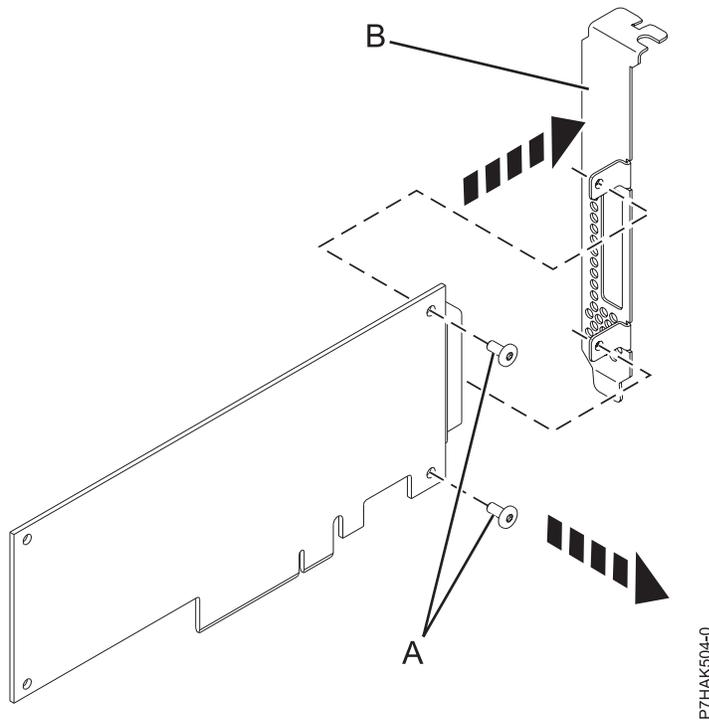

Figura 31. Extracción de la contrapunta de perfil alto de un adaptador PCIe nuevo
8. Mediante un destornillador Phillips, desenrosque los dos tornillos (A) que sujetan la contrapunta de perfil alto (B) al nuevo adaptador PCIe, como se muestra en la Figura 31 en la página 49.